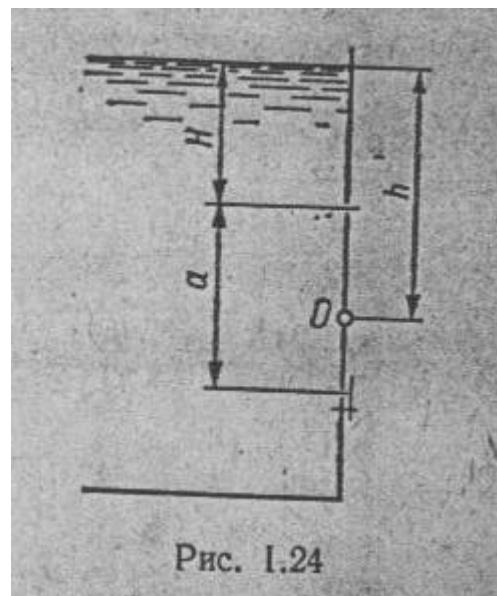

Рис. 1.24
12. Для регулирования уровня воды в напорном баке установлен поворачивающийся щиток, который должен открывать квадратное отверстие $a \times a = 0,4 \times 0,4$ м в вертикальной стенке при заданном уровне H (рис. 1.24). Найти глубину h погружения шарнира O и силу давления воды на щиток при: